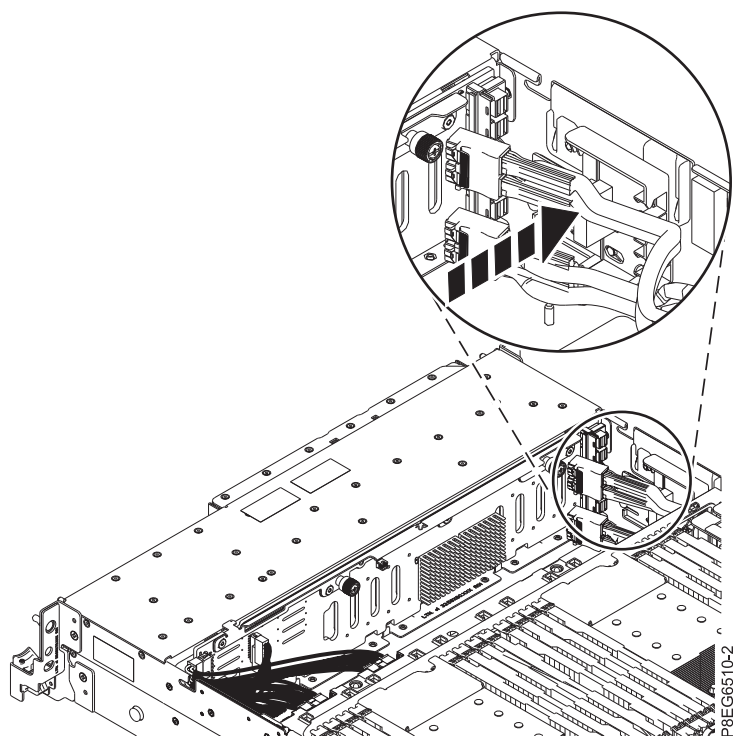

図 20. 前面 SAS ケーブルの再取り付け
6. 図 20 に示すように、前面 SAS ケーブルをシャーシの側面にあるガイド・ブロックに取り付け直します。